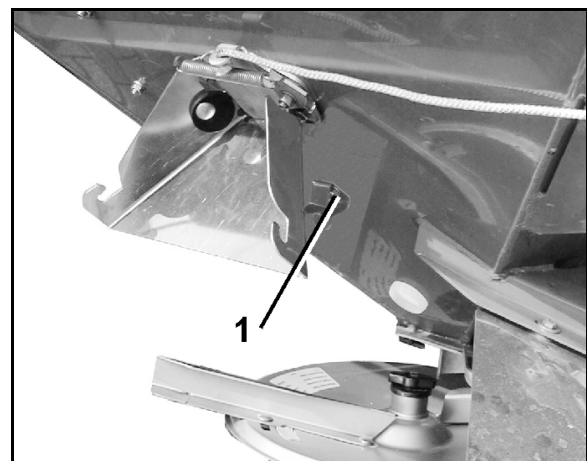

Рис. 65
1. Подвесьте приемную ёмкость (Рис. 67/1) с помощью скобы (Рис. 67/2) на выпускном желобе (Рис. 67/3). Приемная ёмкость должна зафиксироваться в зажимном устройстве (Рис. 67/4 и Рис. 65/1).